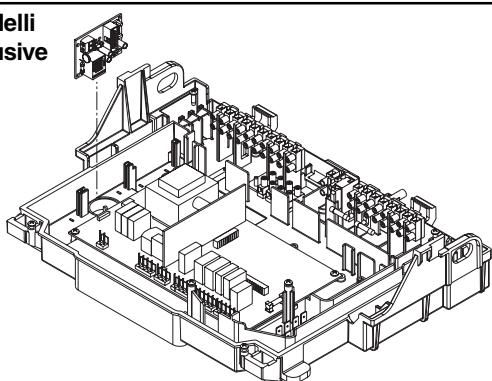

fig. 1a
- Installare la scheda ITRF11 all'interno del cruscotto nella posizione indicata in fig. 1a - 1b